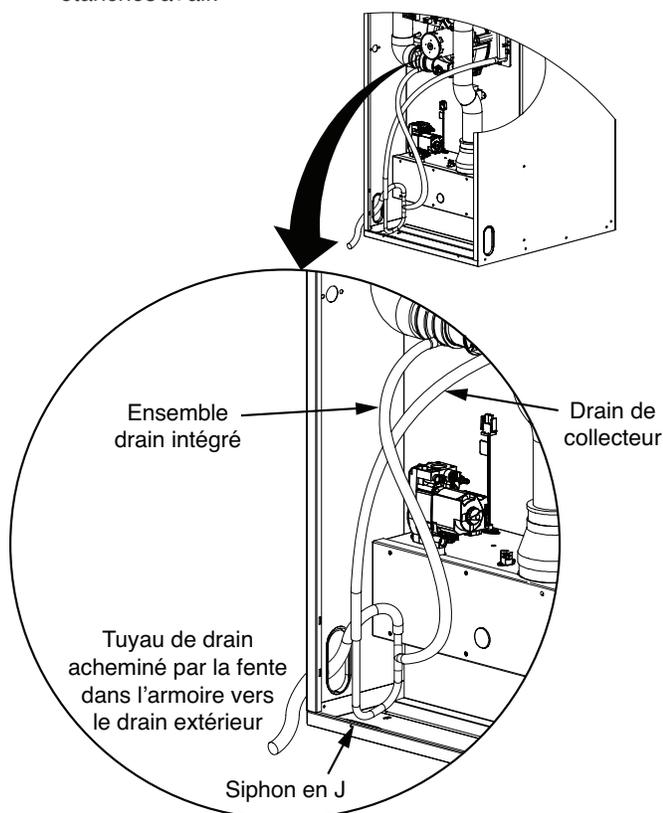

Figure 18. Évacuation du condensat
- Le drain à condensat peut sortir par la fente gauche ou droite à la base de la fournaise. Voyez la Figure 18 (page 19). Assurez-vous que le flexible d'écoulement n'est pas entortillé.
1. Retirez le tube souple du boîtier collecteur (Figure 18) et vérifiez que la sortie du boîtier collecteur est dégagée et exempte de débris ou d'obstructions.